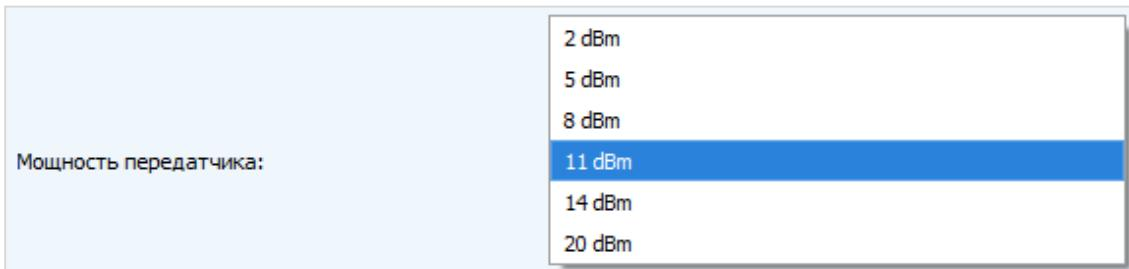

Рисунок 22 — Выбор мощности передатчика
3.5.2.8 «Мощность передатчика» (не отображается в режиме работы «Простой») – регулирует мощность передатчика счетчика при отправке пакетов в сеть LoRaWAN (рис. 22). Данная настройка может быть изменена сетью.